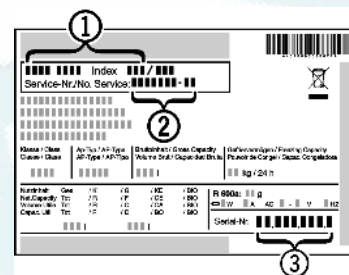

Fig. 20
- Наименование устройства Fig. 20 (1), сервисный № Fig. 20 (2) и серийный № Fig. 20 (3) считайте с заводской таблички. Заводская табличка находится внутри устройства слева.
- Обратитесь в сервисную службу и сообщите вид неисправности, наименование устройства Fig. 20 (1), сервисный № Fig. 20 (2) и серийный № Fig. 20 (3).